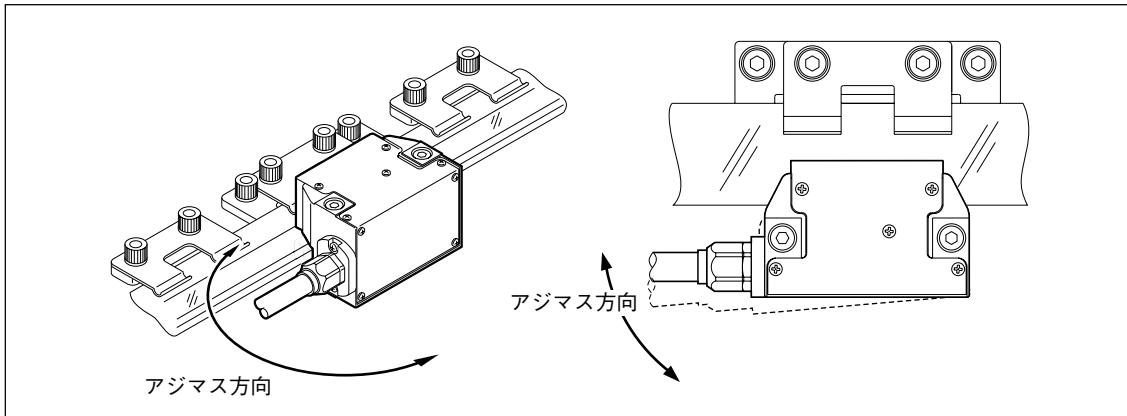

図3-18
- 2 検出ヘッドを図3-18のように回転させ、リサージュの振幅が最大となる場所をみつけます。